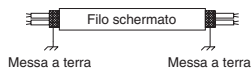

Fig. 4-4
(5) Usare fili schermati per i collegamenti fra unità (c) e mettere a terra la schermatura su ambedue i lati, altrimenti si avranno errori dovuti a rumore elettrico. (Fig. 4-4) Collegare i cavi come visto nella sezione 4-3. "Diagramma dei cablaggi".